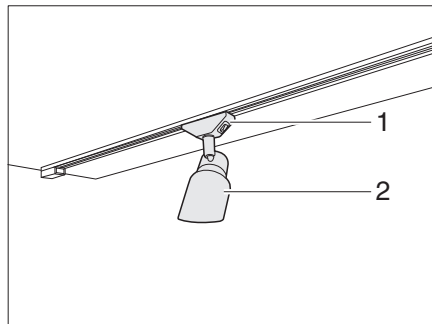

Fig. 91 Spot (exemple)
- Saisir le support (Fig. 91,1) et le tourner de 45°.
- Retirer le spot (Fig. 91,2) du système de rail.
- Placer le spot (Fig. 91,2) à la position désirée dans le système de rail et le tourner de 45°.